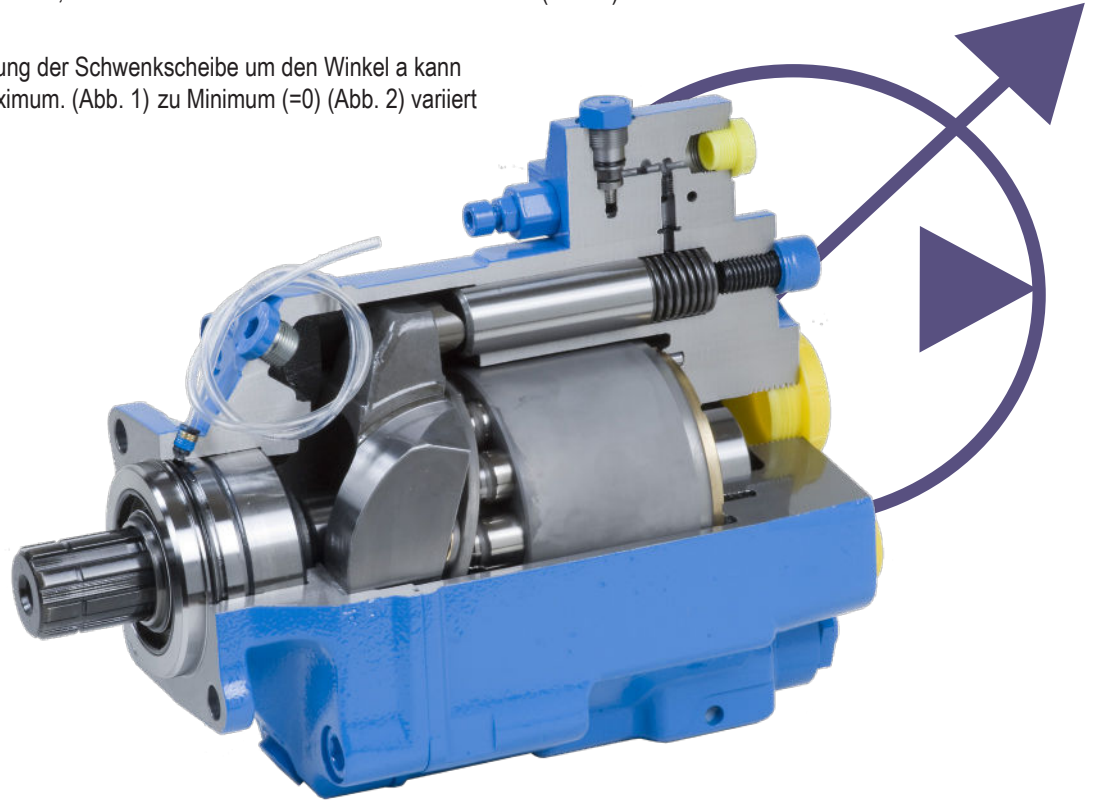

Abb.1 - Maximaler Förderstrom
Um das Fördervolumen zu ändern, wird der Winkel α der Schwenskeibe verstellt (Abb. 1).
- ▶ Durch Änderung der Anstellung der Schwenskeibe um den Winkel α kann das Fördervolumen von Maximum. (Abb. 1) zu Minimum (=0) (Abb. 2) variiert werden.